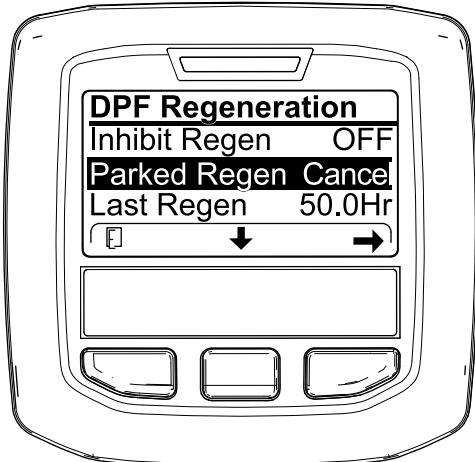

Figura 63
1. Vaya al menú de Regeneración del DPF (Figura 63).
2. Pulse el botón central para desplazarse hacia abajo a CANCELAR REGENERACIÓN ESTACIONARIA (Figura 63) o CANCELAR REGENERACIÓN DE RECUPERACIÓN (Figura 64).
3. Pulse el botón derecho para seleccionar la opción Cancelar (Figura 63 o Figura 64).